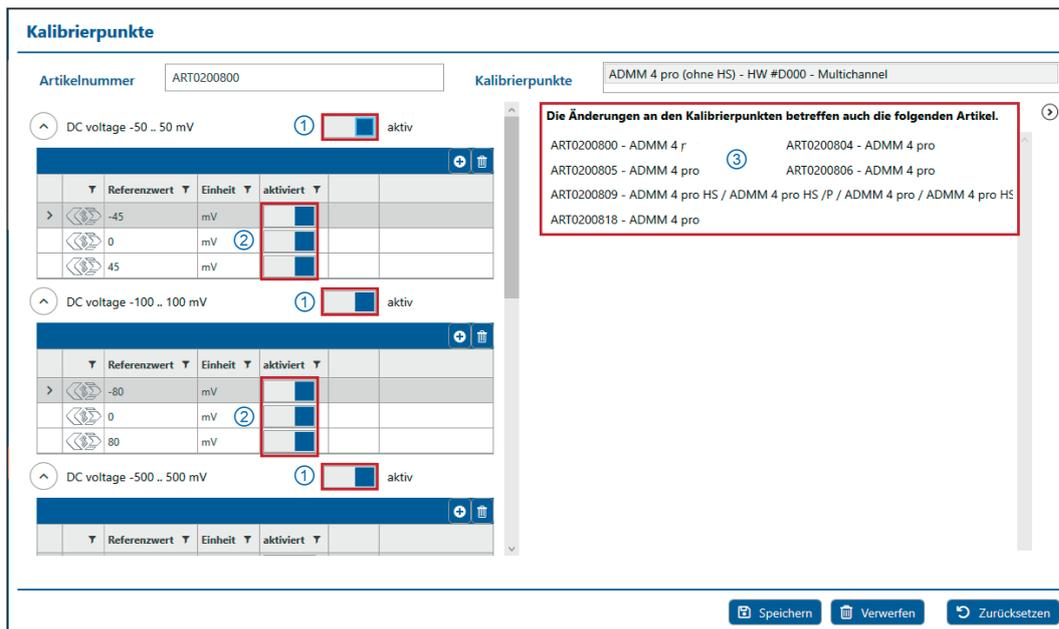

Abb. 3-22: Menü **Kalibrierpunkte**
- ⇒ Darunter wird die Kalibriertabelle mit den Standard-Kalibrierpunkten angezeigt. Über die Schalter „aktiv/inaktiv“ lassen sich ganze Messbereiche (Abb. 3-22, ①) oder einzelne Kalibrierpunkte (Abb. 3-22, ②) deaktivieren bzw. wieder aktivieren.
- ⇒ Wenn durch Änderungen in der Kalibrierpunktstabelle noch weitere Messmodule betroffen sind, öffnet sich rechts neben der Kalibrierpunktstabelle eine Liste (Abb. 3-22, ③), in der die betreffenden Messmodule angezeigt werden.